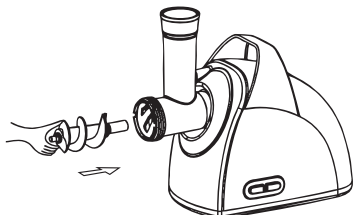

Рис.3
7.1.2 Поместите шнек в горловину узким концом вперед и слегка поверните его пока он не войдет в тесный контакт с приводом электродвигателя (рис. 3).